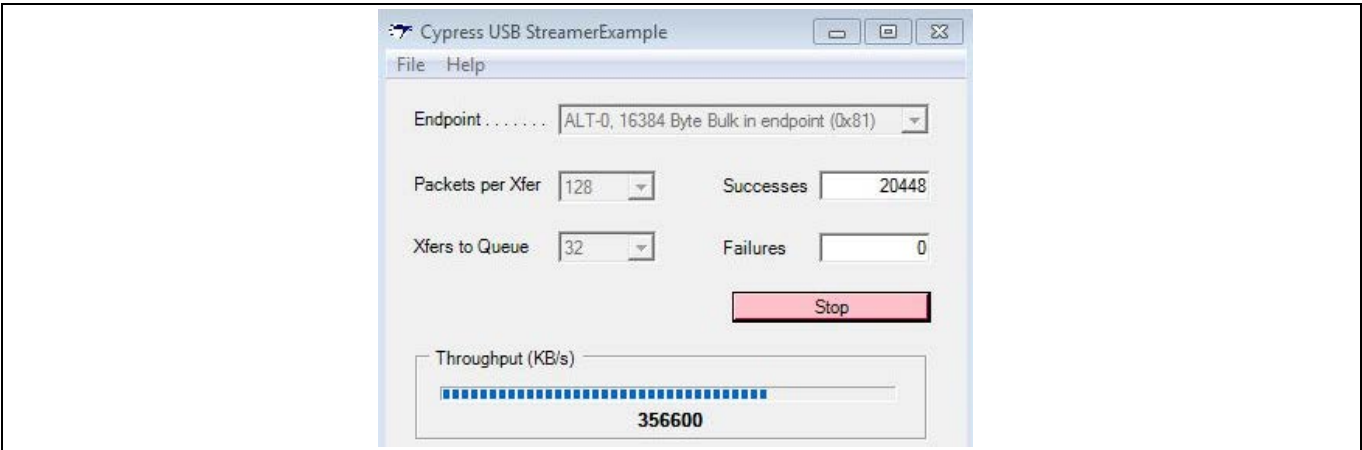

Figure 55 英飞凌 Streamer 工具中显示的串流 IN 性能
4. 在串流 IN 情况下，FPGA 正在等待 FLAGA 变为 1。当缓冲区可用时，FPGA 立即将数据连续写入到 EZ-USB™ FX3 的 PIB_SOCKET_0。您可从 USB 主机发送连续的 BULK IN 传输。在英飞凌 Streamer 工具中选择 BULK IN 端点，然后点击 **Start**。这时，将显示性能数值。Figure 55 中显示了在配有 Intel Z77 Express Chipset 的 Win7 64 位电脑上观察到的性能。